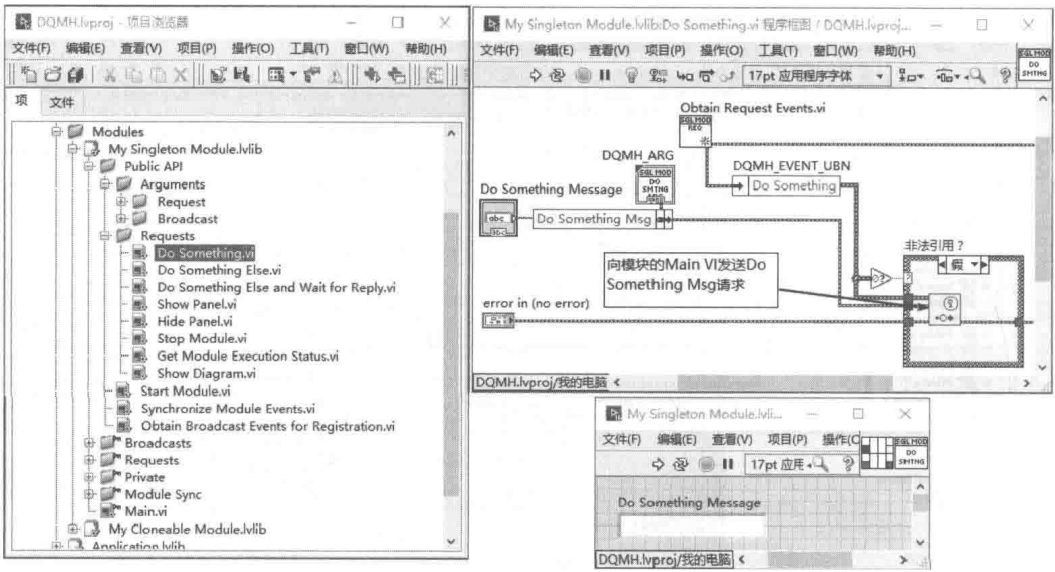

图 12-72 模块的对外接口
程人员通过接口 VI，发送消息给模块的 Main VI，执行某种操作。这种要求模块执行操作的消息称作请求消息 (Request Message)。图 12-72 所示的右侧的程序框图为 Do Something VI 接口的程序框图，其对于每一种请求消息，均将其封装成一个独立的 VI。
调用模块的编程人员不需要关心模块是如何实现的，只需要知道接口即可。图 12-72 中展示的 Do Something 消息是最为简单的字符串消息。消息本身为严格自定义类型，因此除了消息本身之外，还可以包括各种参数。每一种消息对应一个严格自定义类型，其位于 Arguments Request 虚拟文件夹中。
- ◆ 请求消息 (Request Message)，如图 12-72 所示，这是外部 VI 向模块发送的消息，要求模块执行某种操作。